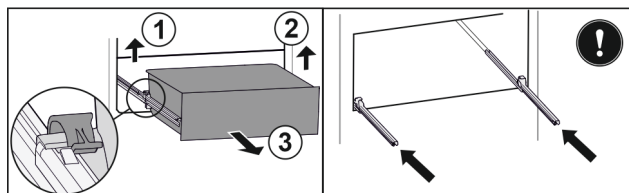

Fig. 142
- ▶ Løft venstre klemme og trekk samtidig skuffen fremover til venstre. Fig. 142 (1)
- ▶ Løft høyre klemme og trekk samtidig skuffen fremover til høyre. Fig. 142 (2)
- ▶ Ta ut skuffen framover. Fig. 142 (3)